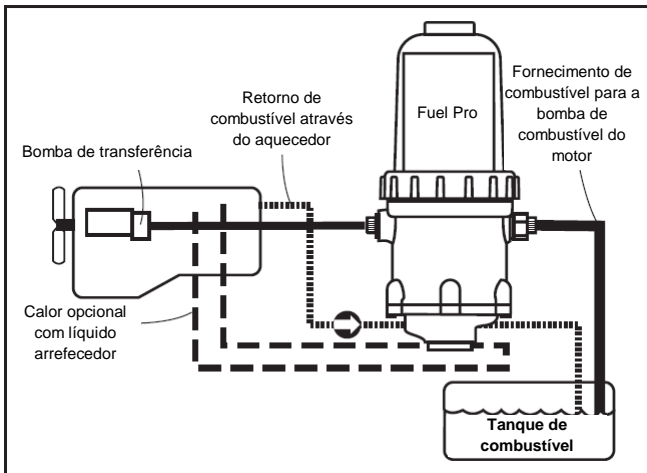

Figura 1 – Conexões Fuel Pro
Passo 5 - Direcione a linha de fornecimento de combustível do tanque até a entrada Fuel Pro (ver Figura 1). Direcione uma linha de combustível da saída do Fuel Pro para a entrada da bomba de combustível.
Para usar o líquido arrefecedor do motor como fluido de aquecimento Fuel Pro, conecte uma mangueira (Trançada nº 6 ou mangueira nº 8) do lado de pressão alta do sistema de líquido arrefecedor do motor até a Base do aquecedor Fuel Pro (ver Figura 1). Qualquer orifício do aquecedor vai funcionar como uma entrada. Direcione outra mangueira da Base do aquecedor até um porto de pressão baixa no sistema de resfriamento. **NÃO direcione para o sistema de aquecedor de cabine.**